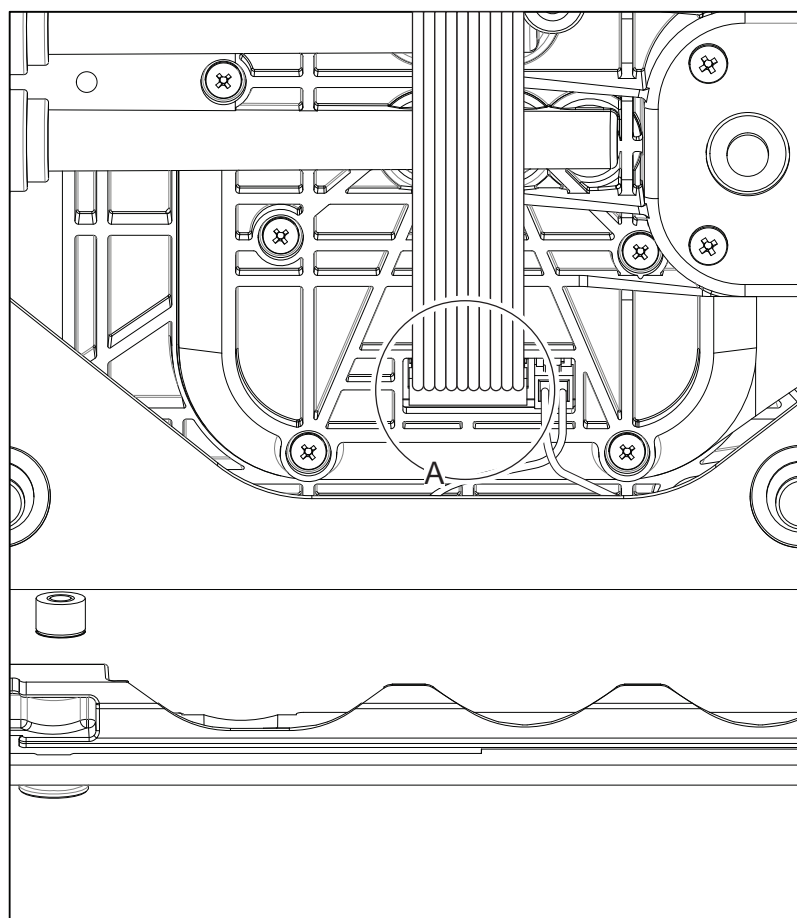

Рис. 7-12: Отсоединение кабеля
- Отсоедините кабель передачи данных от реверсера (A) (Рис. 7-12).